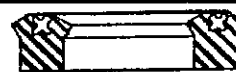

Fig. 6a
6. Insérez le coussinet 338081, le joint d'étanchéité 172190-25 (voir la Figure 6a pour la direction correcte) et le second coussinet 338081 dans l'extrémité (avec le filetage mâle) du tube inférieur 338505.
10. Insérez le joint d'étanchéité 172190-10 (voir la Figure 6a pour la direction correcte) dans le clapet de pied 338071.